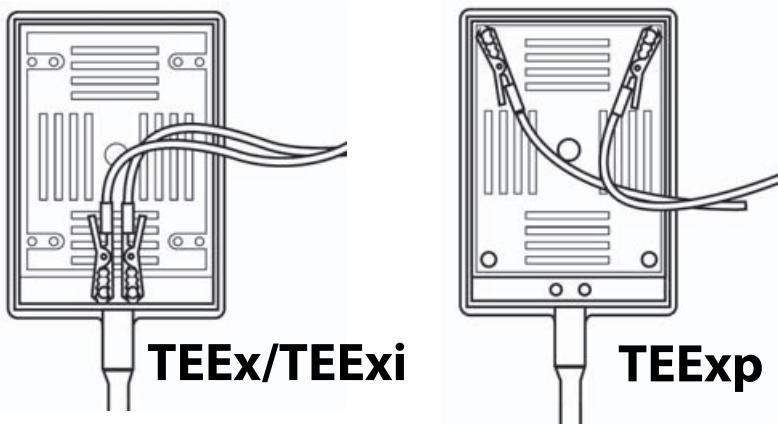

图 3 换能器连接器连接
- c 将红色导联连接至换能器连接器上的滚花内六角螺钉，如图 3 所示。导联的配置情况取决于您所使用的换能器的型号。参阅步骤 2b 以确定换能器型号。